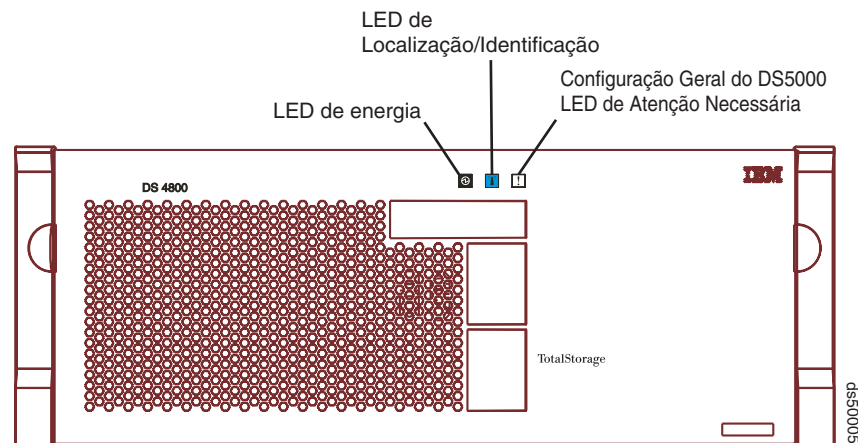

Figura 128. LED de Atenção Necessária Geral da Configuração no Painel Frontal do DS5100 ou DS5300
2. Localize o subsistema de armazenamento que contém a unidade de fonte de alimentação e de refrigeração com falha verificando o LED Atenção Necessária Geral da Configuração no painel frontal do subsistema de armazenamento. (A Figura 128 mostra o local do LED de Atenção Necessária Geral da Configuração no painel frontal).